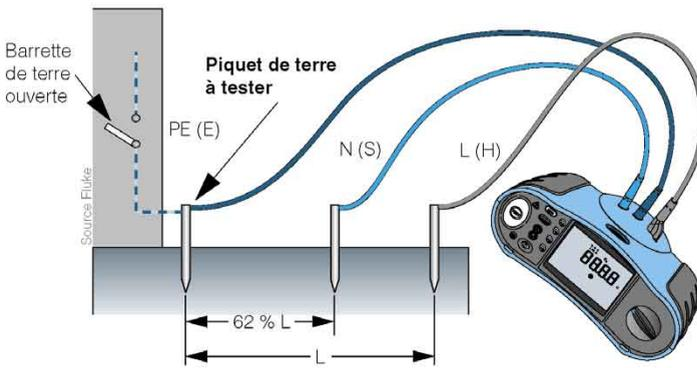

Figure 150 : La mesure de la prise de terre
Des appareils spécifiques permettent d'effectuer toutes ces mesures (figure 150). Il incombe à l'installateur de les réaliser et de relever les résultats obtenus. La résistance de la prise de terre doit être inscrite sur la demande de certificat de conformité du Consuel.
également appelée « méthode des 62 % ». Pour la réaliser, nous vous proposons la procédure suivante (figure 150). Munissez-vous d'un ohmmètre de terre (attention : un multimètre classique ne convient pas !) et de deux électrodes ou piquets auxiliaires. Les trois piquets, prise de terre (E), première électrode (S) et seconde électrode (H) doivent être plantés en ligne droite. La distance (L) entre E et H doit être de 25 m au minimum. Les électrodes S et H servent à injecter le courant et à établir la référence de potentiel 0 V. La plus grande précision de mesure est obtenue lorsque la distance entre le piquet S et le piquet E est égale à 62 % de L. La barrette de terre étant ouverte, effectuez la mesure. Pour vérifier le résultat obtenu, déplacez le piquet S à 52 % de L, puis à 72 % de L, toujours sur le même alignement E-L.
de planter des piquets à bonne distance. On l'utilise uniquement si l'alimentation électrique correspond au schéma TT, c'est-à-dire avec neutre à la terre, comme c'est le cas de la majorité des installations domestiques. Au niveau du transformateur du distributeur, la moyenne tension est transformée en basse tension (230 – 400 V) et le neutre est relié à la terre (figure 150).